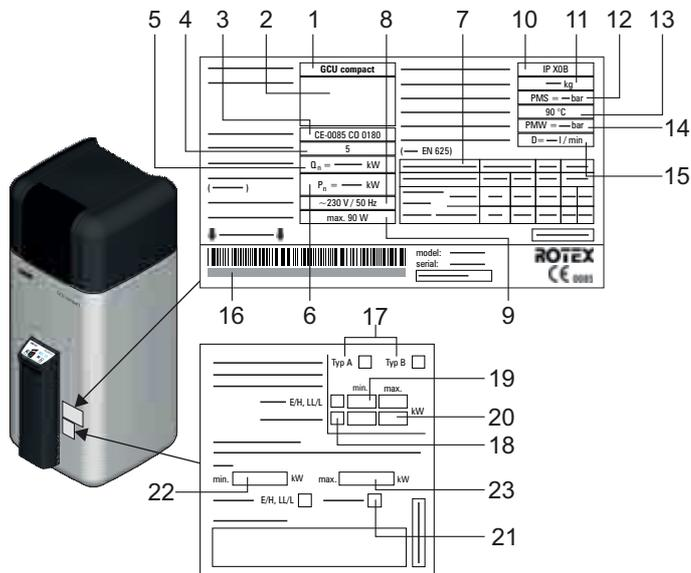

Bild 12-1 Angaben auf Typenschild (oben) und Einstellungstypenschild (unten)
* Positionsnummern siehe Bild 12-1